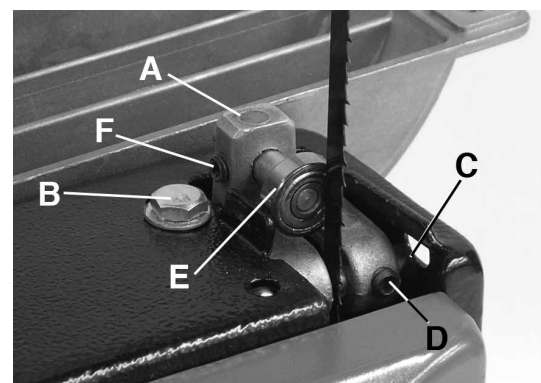

FIGURE 14
- 3) Répétez cette étape pour le support du guide de lame inférieure. Ajustez la position du support du guide de lame inférieur (A) Fig.14. Desserrez l'écrou et le boulon hexagonaux (B).
- 4) Glissez le support du guide de lame inférieur sur la tige jusqu'à ce que le rebord avant des guides (C) Fig.14 sont approximativement 1/32" à l'arrière gosier de la lame (à l'arrière des dents de la lame). Reserrez l'écrou et le boulon hexagonaux.
- 6) Répétez cette étape pour le guides de lame du bas. (C) Fig.14 en utilisant les vis sans tête (D).
- 9) Répétez cette étape pour le roulement à billes inférieur. (E) Fig.14 en utilisant les vis sans tête (F).